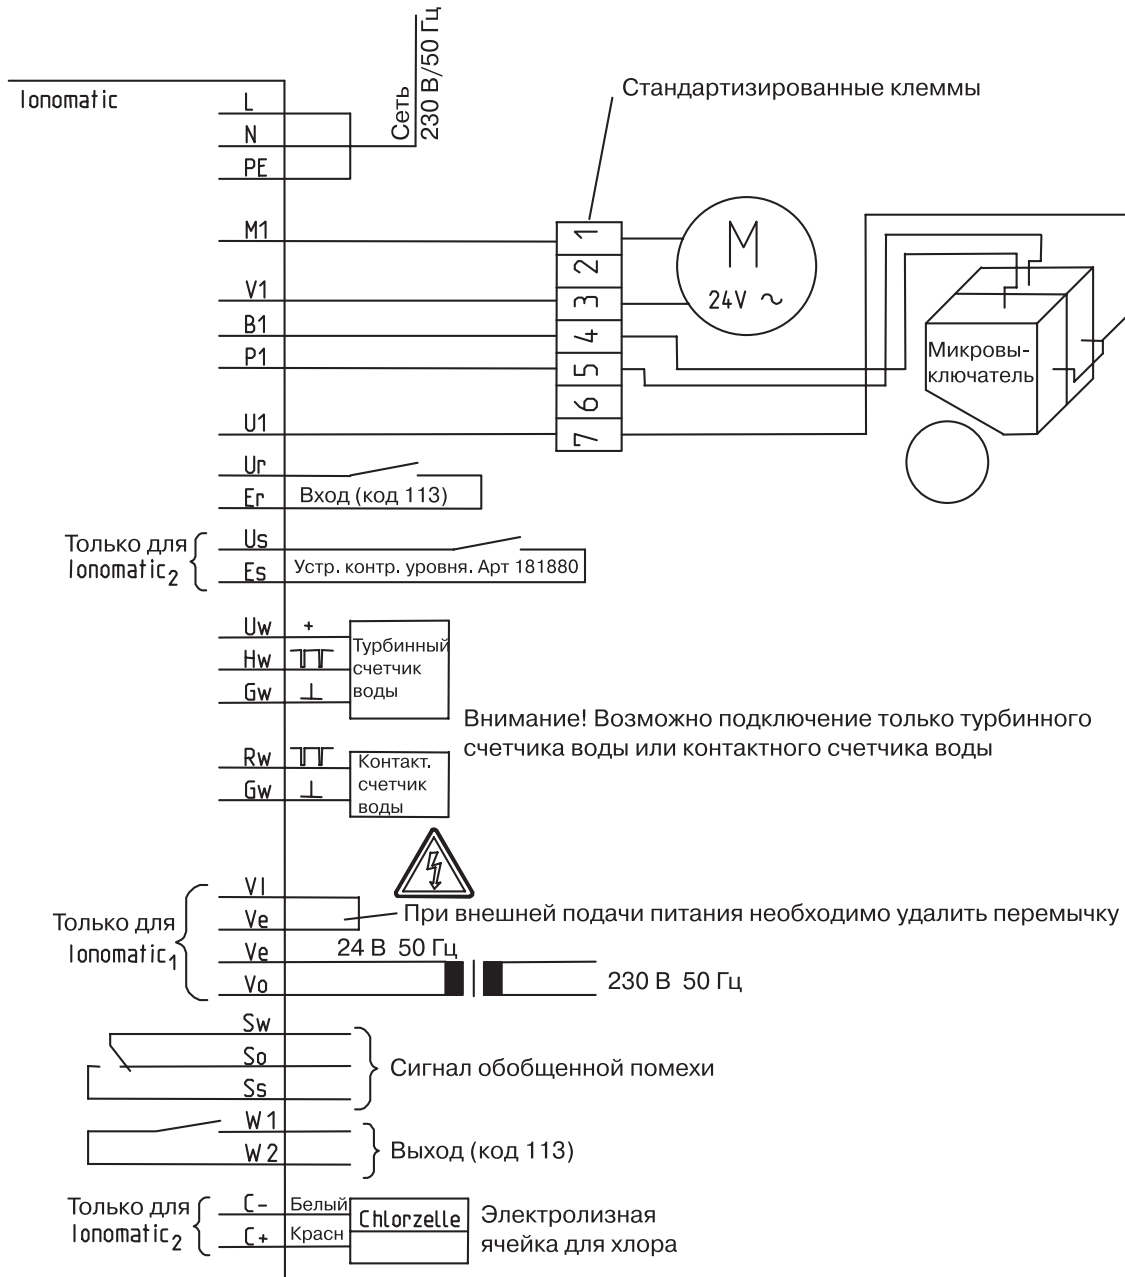

Рис. D-2: Схема подключения
2. 7-ми жильный кабель подключить к устройству управления и управляющему клапану согласно схеме (рис. D-2).
4. Подключить счетчик по схеме (Рис. D-2).